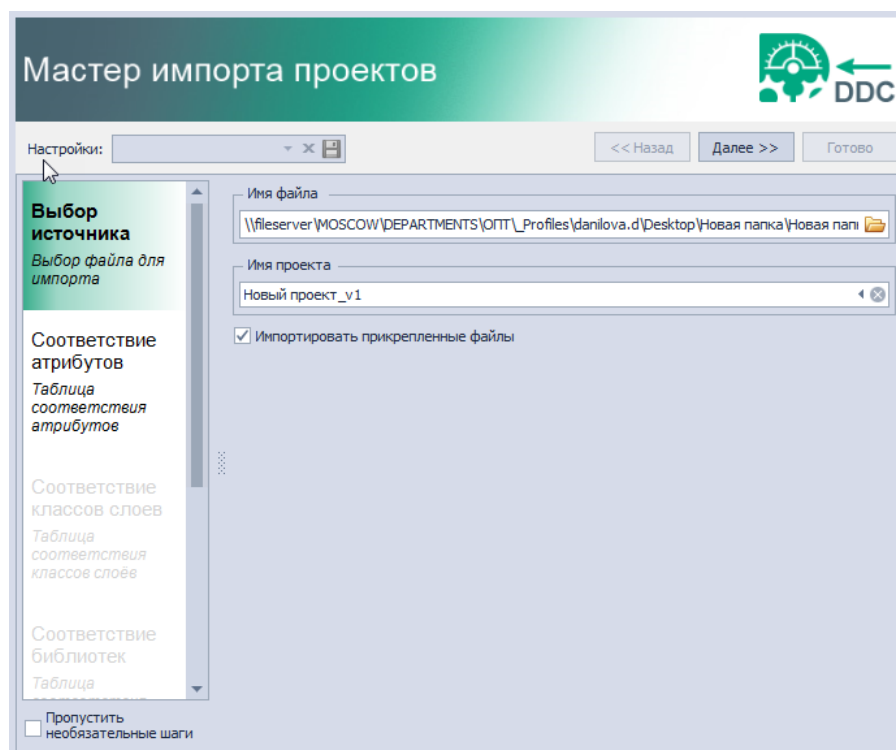

Рис. 64 Ввод имени проекта
- Введите название для импортируемого проекта и нажмите «Далее», Рис. 64.